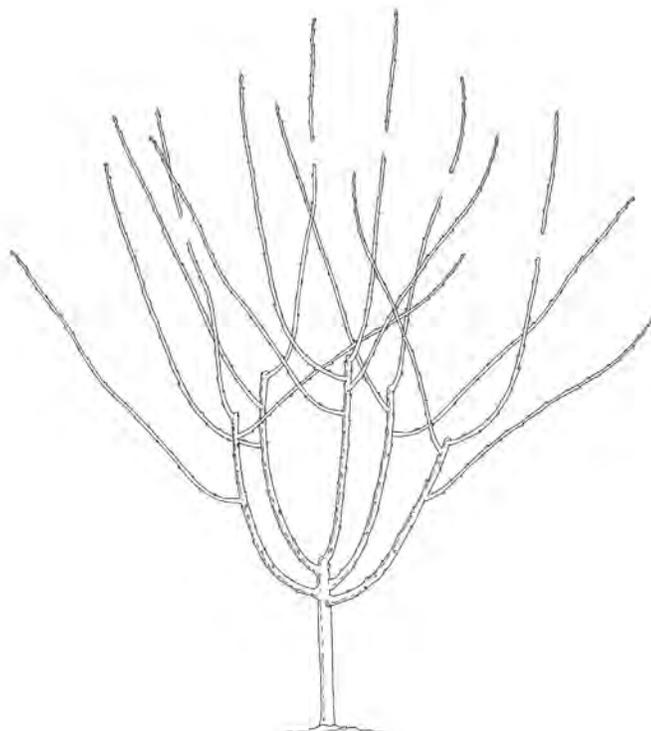

Figura 27
- Si la altura final del árbol será menos de 12 pies, recorte este brote aproximadamente 24 pulgadas encima de su punto de origen en la temporada anterior (Figura 27). Si la altura final será más de 12 pies, se debe hacer este corte entre 24 y 36 pulgadas encima del punto de origen.